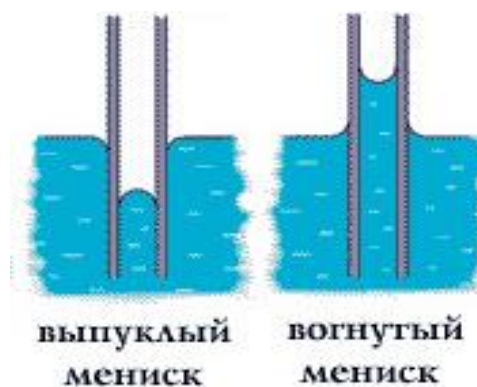

Рис. 3
2. Как известно, свободная поверхность жидкости в сосуде искривляется, особенно отчетливо это видно в узких трубках, где искривляется вся свободная поверхность жидкости (рис. 3). Это называется мениском (от греческого «менискос» - лунный серп). У смачивающей жидкости образуется вогнутый мениск, а у несмачивающей – выпуклый. Искривленная поверхность жидкости стремится выпрямиться и создает дополнительное давление p_l , которое называется *лапласовским давлением*. Это давление при смачивании направлено от жидкости, а при не смачивании – во внутрь.
3. Если в жидкость опустить узкую стеклянную трубку, то увидим, что смачивающая жидкость в трубке поднимается, а несмачивающая – опускается (рис. 3). Это явление называется капиллярностью, а узкие трубки – капиллярами (от греческого слова «капиллярис» -волос, волосной, т.е. тонкий).